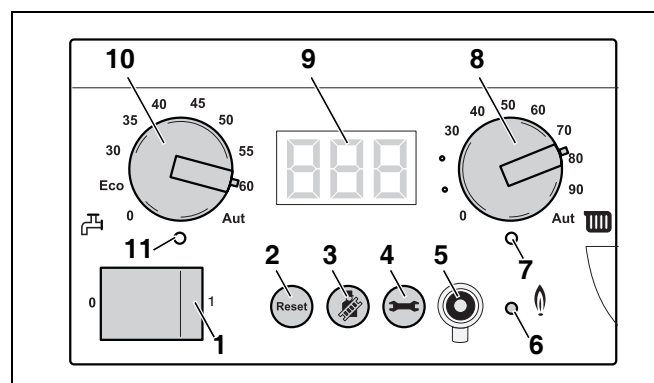

Fig. 92 Basiscontroller BC10
- Indstil den øverste grænsetemperatur for kedelvandet til varmedriften på drejeknappen "maksimal kedeltemperatur" (fig. 92, pos. 8) (se tab. 16).